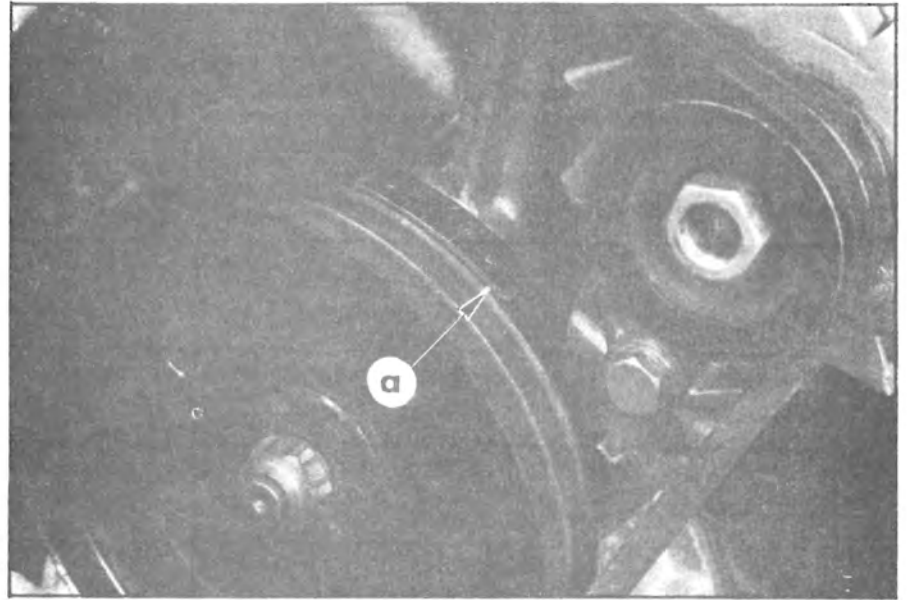

Abb. 4
Wenn der Motor mit 2000 U/min läuft, muss der Zündzeitpunkt 20° Kurbelwelle betragen, also um $20^\circ - 12^\circ = 8^\circ$ Kurbelwelle im Verhältnis zur ersten Markierung an der Keilriemenscheibe versetzt sein, (d. h. 4° Verteiler, Abb. 4).
- Die Markierung muss gegenüber des in Spalte C, S. 4, angegebenen Wertes stehenbleiben. (Jeder Teilstrich entspricht 2° Zündverteiler : S. Bild 4, S. 3).